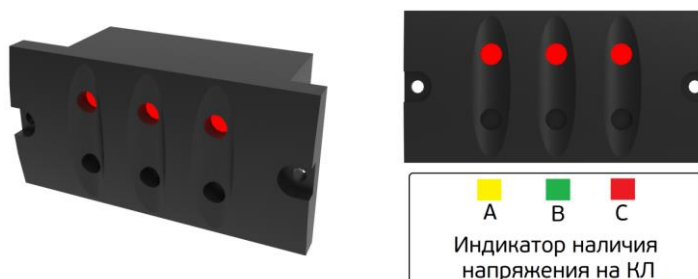

Рис. 8.1 Устройство EVI
На каждом присоединении устройства КРУЭ на лицевой панели установлены устройства индикации напряжения EVI (Рис. 8.1), устройство подключено к емкостным делителям напряжения встроенным в бушинги проходных изоляторов в кабельном отсеке. Устройство снабжено тремя световыми индикаторами наличия напряжения по одному на каждую фазу КЛ, а также штекерными отверстиями располагающимися рядом с каждой из ламп, цветовая маркировка фаз наносится под устройством.
Фазировка кабеля присоединения (1) (вновь включаемого или после ремонта) проводится с кабелем другого присоединения (2), находящимся под напряжением, расположение и чередование фаз которого уже проверено и является правильным (Ж-З-К). Фазировка проводится посредством фазового компаратора (Рис. 8.2) путем установки штыревых контактов компаратора в штекерные отверстия соответствующих фаз фазируемых присоединений (Рис. 8.1). При подключении переносного указателя к одноименным фазам (Рис. 8.3) – лампа указателя не горит, к разным фазам – горит (т.е. также, как при фазировке “в горячую”). При выполнении фазировки можно воспользоваться ниже: